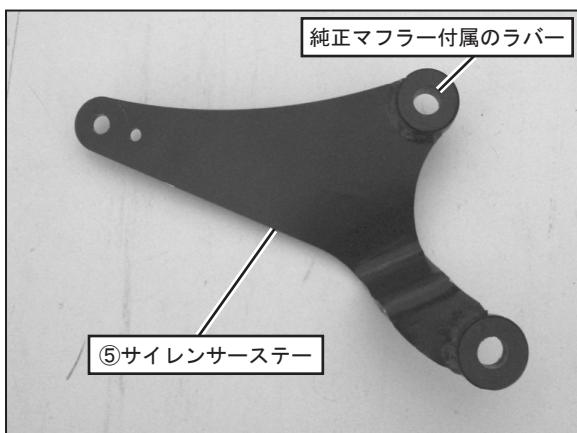

FIG. 4
5. 純正マフラーから付属のラバー及びカラー各々 2 点を取り外し、⑤サイレンサーステーの前側 2箇所の穴にラバーを挿入後、カラーを内側より取り付けて下さい。 (FIG. 4, 5 参照)